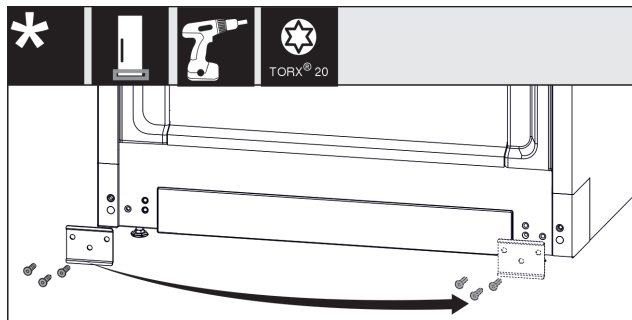

Fig. 16
- Dévisser la tôle Fig. 16 (1), la déplacer et la revisser de l'autre côté.